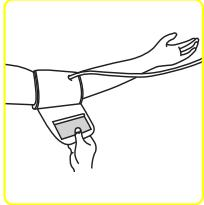

Fig. 4
- Tirez sur le brassard de manière à bien resserrer les bords supérieur et inférieur sur votre bras (Fig. 4).